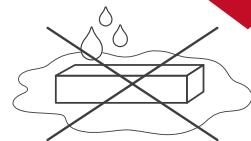

Рис. 3. Не устанавливать источник в местах скопления воды.
- 4.8. Не размещайте источник в местах и нишах, где может скапливаться вода. Нахождение источника в воде [лужа, тающий снег] вызывает разрушающие электрохимические процессы [Рис. 3].